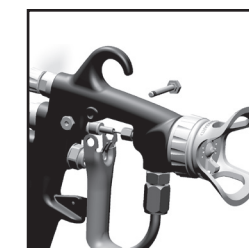

Fig. 25
1. Déposer la gâchette et l'ensemble tuyau de produit. (voir fig. 25 & 26).